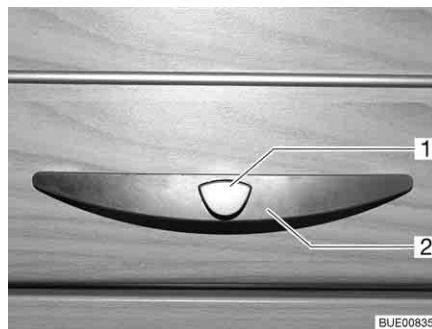

Fig. 41 Sportello del mobile con maniglia (esempio)
- Premere il bottone di sbloccaggio (Fig. 41,1) della maniglia (Fig. 41,2) e mantenerlo premuto.